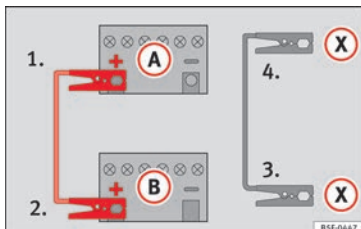

Abb. 165 Anschlussschema für Fahrzeuge mit Start-Stopp-System.
- Bei Fahrzeugen **mit Start-Stopp-System** klemmen Sie ein Ende des *schwarzen* Starthilfekabels (X) an einer geeigneten Massestelle, an ein mit dem Motorblock verschraubtes massives Metallteil oder an den Motorblock selbst an » » Abb. 165.
5. Klemmen Sie das andere Ende des *schwarzen* Starthilfekabels (X) im Fahrzeug mit der entladenen Batterie an ein mit dem Motorblock verschraubtes massives Metallteil oder an den Motorblock selbst, aber an einer weit von der Batterie (A) entfernten Stelle an.